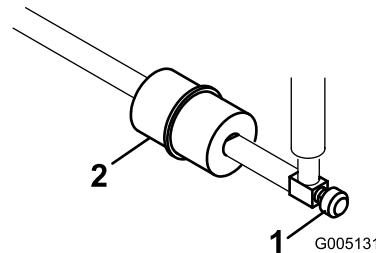

Figura 53
Nei tubi di alimentazione, tra il serbatoio del carburante ed il carburatore, è incorporato un filtro in linea (Figura 53). Sostituite il filtro ogni 800 ore o prima, qualora il flusso del carburante fosse ostacolato. Verificate che la freccia sul filtro sia diretta lontano dal serbatoio del carburante.
1. Chiudete la valvola di intercettazione del carburante, allentate la fascetta stringitubo dal lato carburatore e rimuovete il tubo di alimentazione dal filtro (Figura 53).
2. Collocate una bacinella di spurgo sotto il filtro, allentate la restate fascetta stringitubo e rimuovete il filtro (Figura 53).